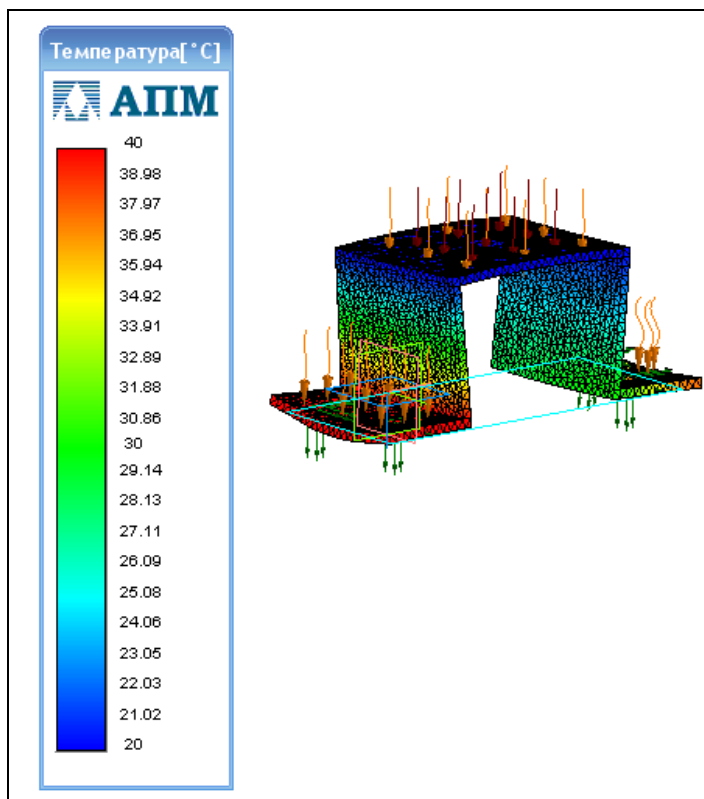

Рис. 10.30. Карта результатов по температуре
- **Температура.** Карта результатов по температуре показана на рис. 10.30.